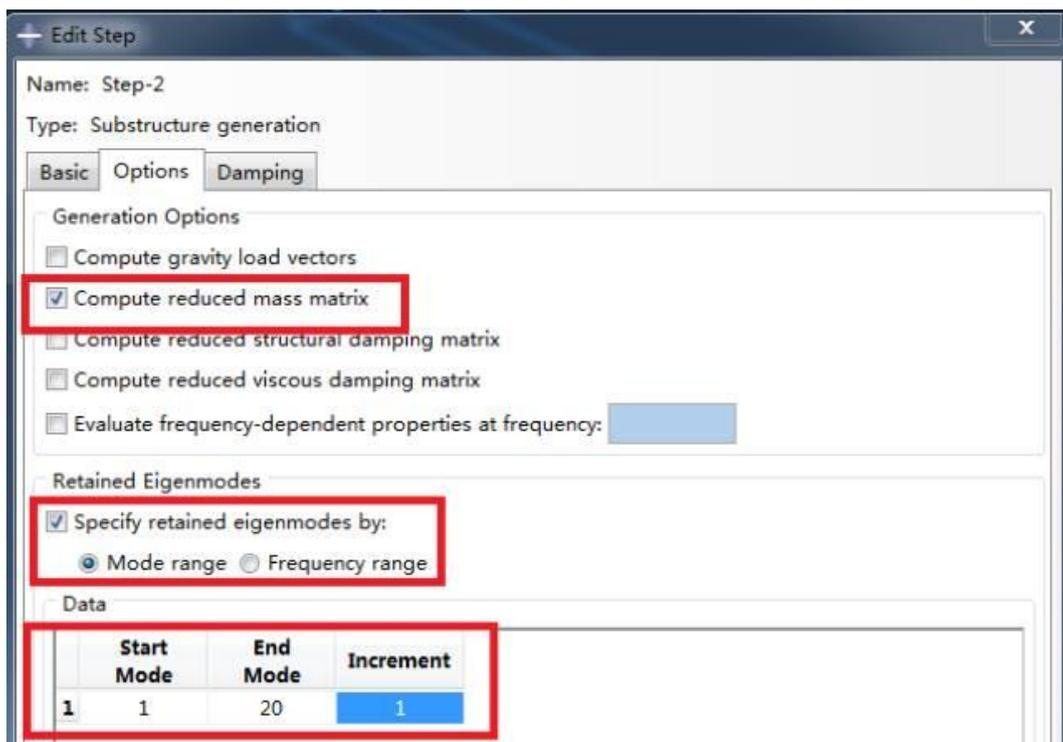

图 031-12
12、切换到 **Options** 页面，勾选如图 031-12，并设置模态区间及增量【1， 20， 1】。